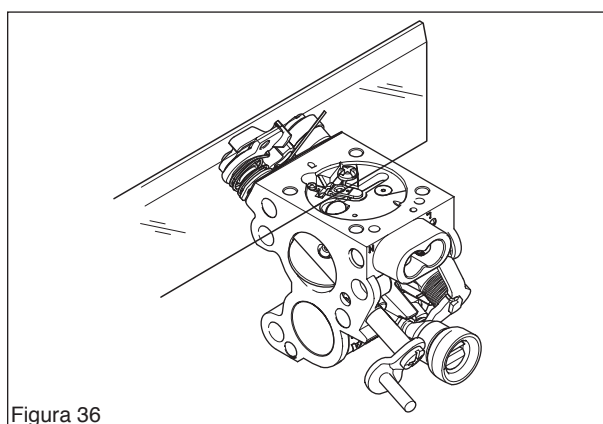

Figura 36
6. Comprobar con una regla o similar que la palanca esté al nivel de la superficie de montaje de la tapa. Si es necesario, se puede doblar la palanca. (Ver la figura 36.)